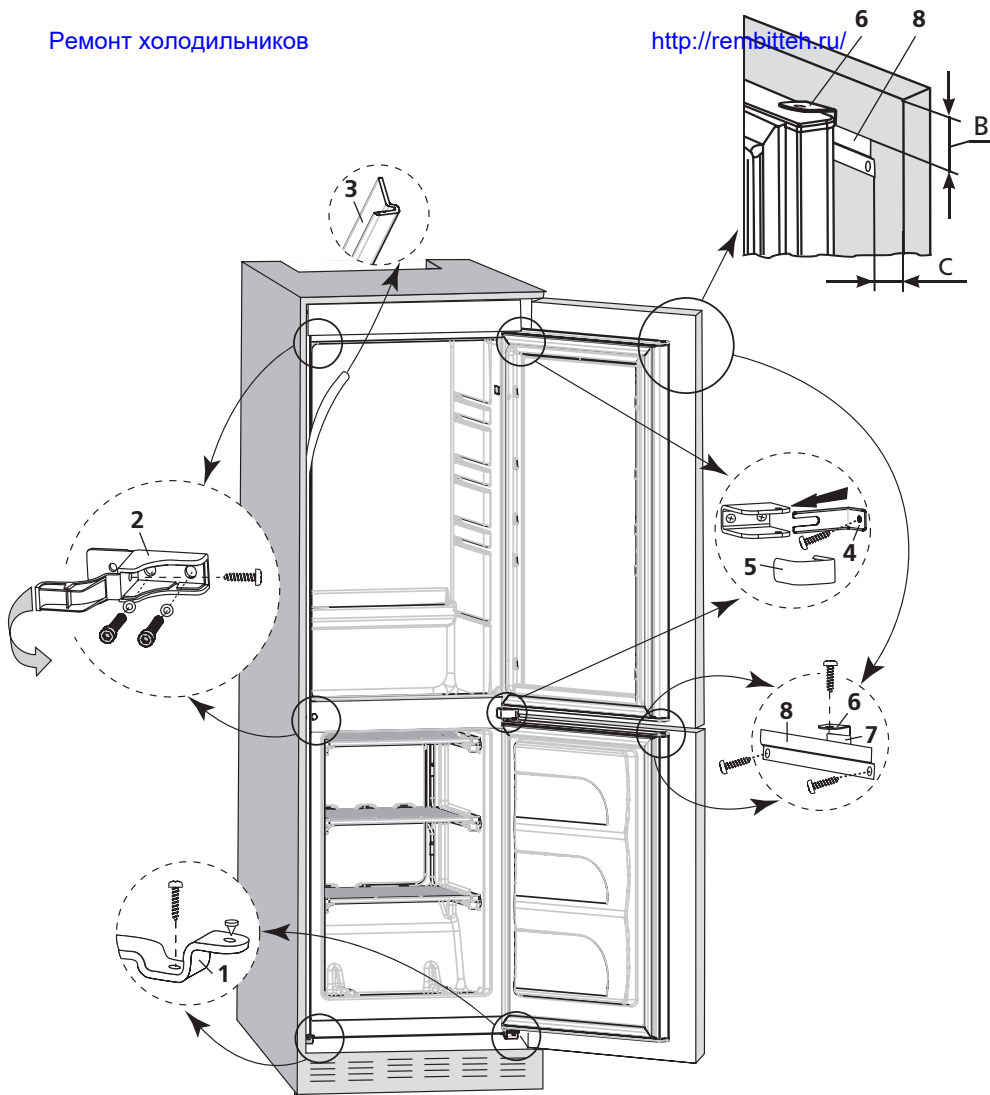
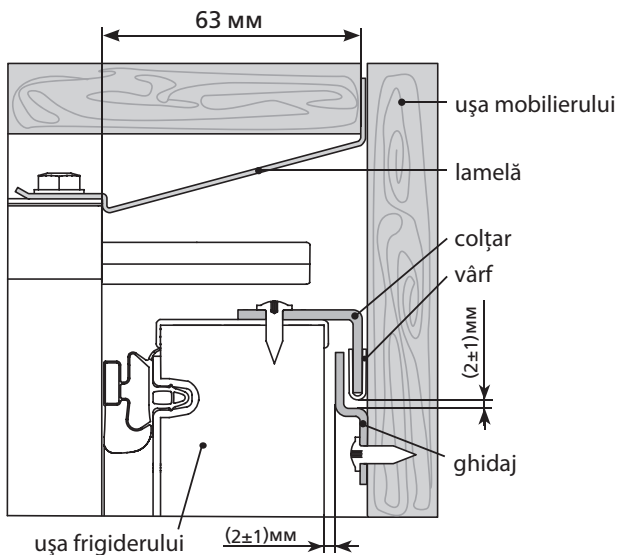

Figura 9 – Schema montării frigiderului
Figura 10 – Schema montării ușilor frigiderului și a mobilierului
3.1.4 Lipiți panoul decorativ 3 în conformitate cu figura 9, înlăturând banda de protecție a stratului lipicios, de pe suprafața laterală a frigiderului din partea de deschidere a ușii. Dacă este necesar, scurtați panoul decorativ după înălțimea mobilei.
3.2.3 Instalați consolele 2, în conformitate cu figura 9, înlăturând anterior capacele decorative din orificiile frigiderului. Fixați consolele cu două șuruburi și șaibe.
ATENȚIE! Distanța de la dulapul frigiderului până la proiectarea lamelei, în conformitate cu figura 10, trebuie să fie respectată de-a lungul înălțimii frigiderului. Pentru a asigura închiderea strânsă a ușii frigiderului distanța dată trebuie să fie de 63 mm.
Pentru montarea frigiderului la peretele lateral al mobilierului (din partea de deschidere a ușii) trebuie să fixați cu un șurub în direcție orizontală fiecare din console 2 în conformitate cu figura 9 și să acoperiți consola cu capacul.
3.2.7 Montați frigiderul la baza mobilierului: strângeți șuruburile în consolele 1, în conformitate cu figura 9.
Pentru a fixa ușa frigiderului la ușa mobilierului, în conformitate cu figura 9 este necesar:
— fixați cu două șuruburi ghidajul 8 pe partea de sus interioară a ușii deschise a mobilierului. Dimensiunea C în conformitate cu figura 9 trebuie să fie egală cu grosimea peretelui mobilierului, plus 20 mm. Dimensiunea B se determină de unirea colțarului 6 cu ghidajul 8 în conformitate cu desenele 9, 10. Deplasând ghidajul pe verticală (slăbind șuruburile de fixare în prealabil), trebuie de asigurat un spațiu de (2 ± 1) mm între ghidaj și vârful colțarului în conformitate cu figura 10 pentru a evita blocarea ușilor la deschidere simultană. Strângeți bine șuruburile de fixare a ghidajului.
3.3.2 Uniți ușa frigiderului și a mobilierului: slăbiți fixarea colțarului, prindeți-l în cursă cu ghidajul. Deplasând colțarul în direcția ușii mobilierului, trebuie să asigurați un spațiu de (2 ± 1) mm între ghidaj și ușa frigiderului, în conformitate cu figura 10, pentru a evita frecarea ghidajului de ușa frigiderului. Strângeți bine șurubul de fixare a colțarului.